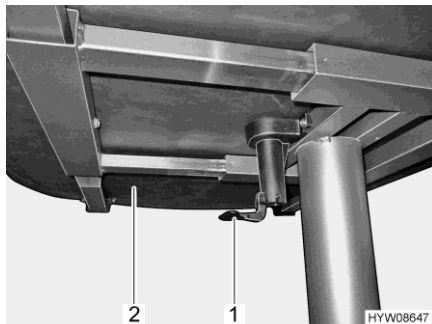

Fig. 106 Levier de déplacement du plateau de table
- Tirer le levier (Fig. 106,1) vers le bas ou l'enfoncer.
- Décaler le plateau de table (Fig. 106,2) dans la position désirée.